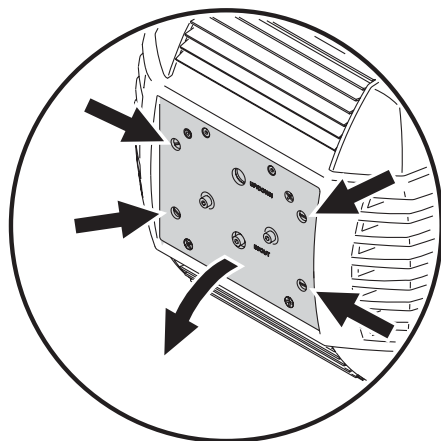

Figure 1: Accès à la lampe
2. Desserrez les 4 loquets 1/4 de tour repérés par les flèches sur la plaque d'accès à la lampe comme indiqué sur la Figure 1. Dégagez complètement le support de lampe sans forcer et laissez-le en appui sur ses guides.